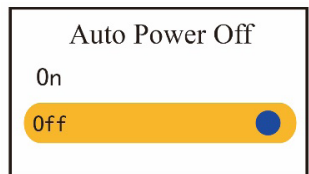

Figura 4.10E Impostazione Spegnimento automatico
- **Wireless:** Per accendere/spegnere la funzione di collegamento wireless; l'impostazione predefinita è su “On”, come mostrato nella figura 4.10E.